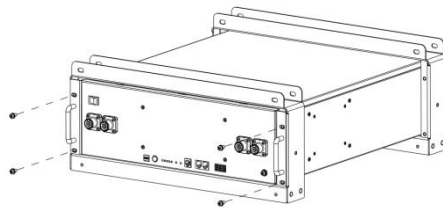

Figura 3-5
1. Coloque el UE-48LI5120I y los soportes como se muestra en la figura 3-5, e inserte el UE-48LI5120I en los soportes. Utilice 4 tornillos para fijar el módulo en el soporte frontal.